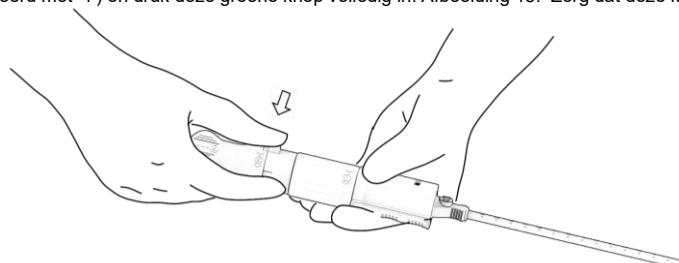

Afbeelding 14. Verwijdering van de voerdraad.
- Zoek de indicator met markering '3' en verwijder de voerdraad volledig uit de patiënt en het PerQseal® afsluitsysteem. Het verwijderen van de voerdraad kan door een assistent worden uitgevoerd. Afbeelding 14.